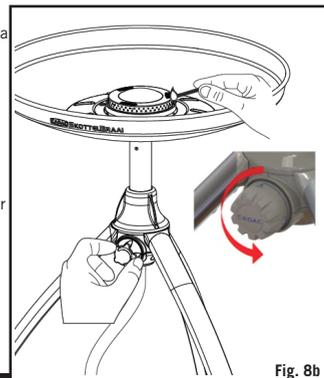

Fig. 8b
- Para encender el dispositivo, encienda un fósforo o un encendedor para barbacoas. Abra levemente la válvula de control (K) como se describe en "General" y encienda la hornalla (G) del dispositivo. Cuando empiece a enfriarse, el dispositivo se puede encender desde la parte superior (ver la Fig. 8b) antes de colocar la superficie de cocción deseada en la bandeja de la hornalla (F).